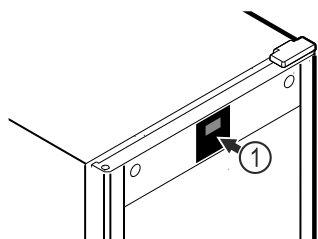

Fig. 51 Reprezentare exemplificativă
Termometrul este deja calibrat din fabricație (offset de +6 Kelvin). Dacă temperatura interioară diferă de indicația temperaturii Fig. 51 (1), puteți calibra termometrul.